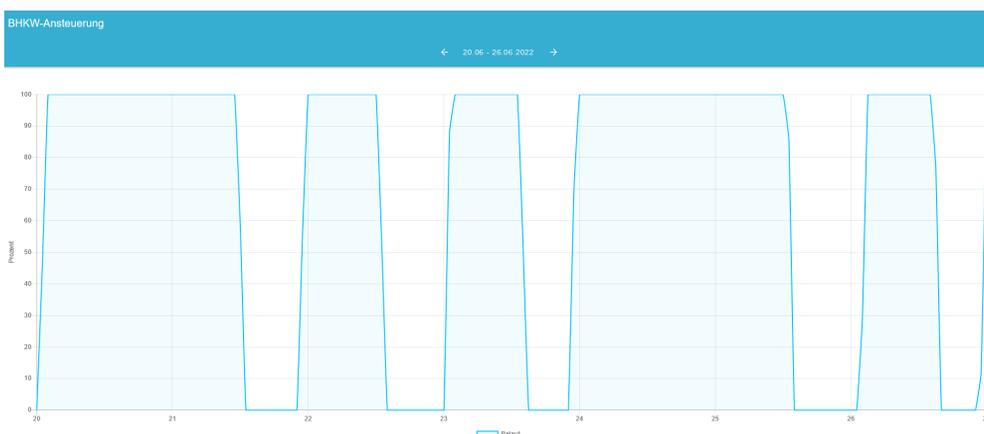

Abbildung 21. Widget - Historische Ansicht 2
- Abbildung 21. Widget - Historische Ansicht 2